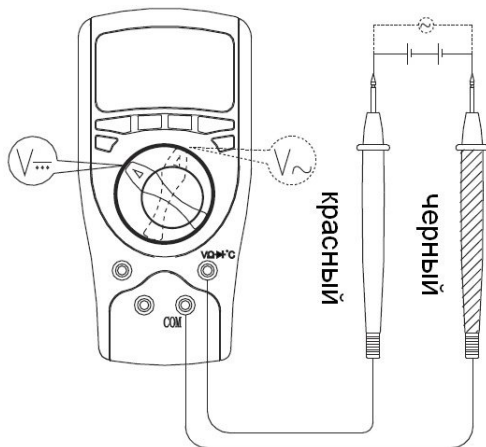

Рисунок 3
**А. Измерение постоянного напряжения** (рисунок 3) **Предупреждение**
**В. Измерение переменного напряжения** (рисунок 3, пунктирные линии) **Предупреждение**